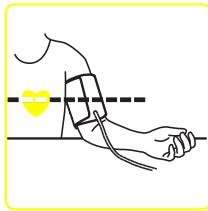

Fig. 6
- Stați așezat pe un scaun și întindeți-vă brațul pe masă, astfel încât manșonul să fie la același nivel cu inima dumneavoastră (Fig. 6).